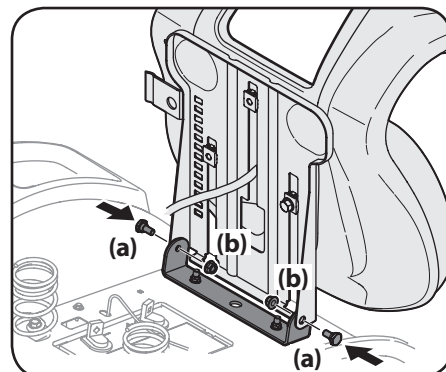

Figure 2-3
- Positionnez le siège et maintenez-le en place avec les boulons à épaulement (a) et les contre-écrous (b) enlevés précédemment. Faites attention de ne pas pincer ni endommager le faisceau de fils lors de l'installation du siège. Voir la Figure 2-3.